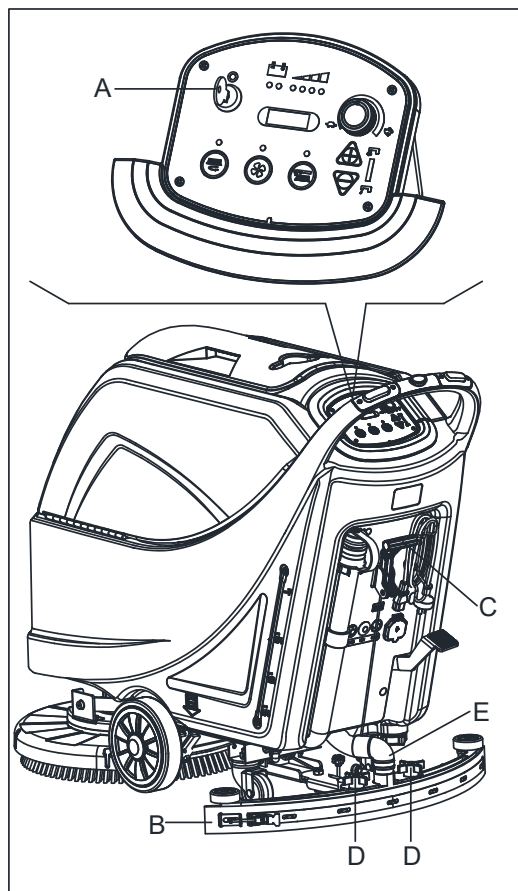

Рисунок 17
2. Поверните ключ зажигания (А, Рисунок 17) на "0".
4. Ослабьте кнопки (D) и извлеките швабру (В).